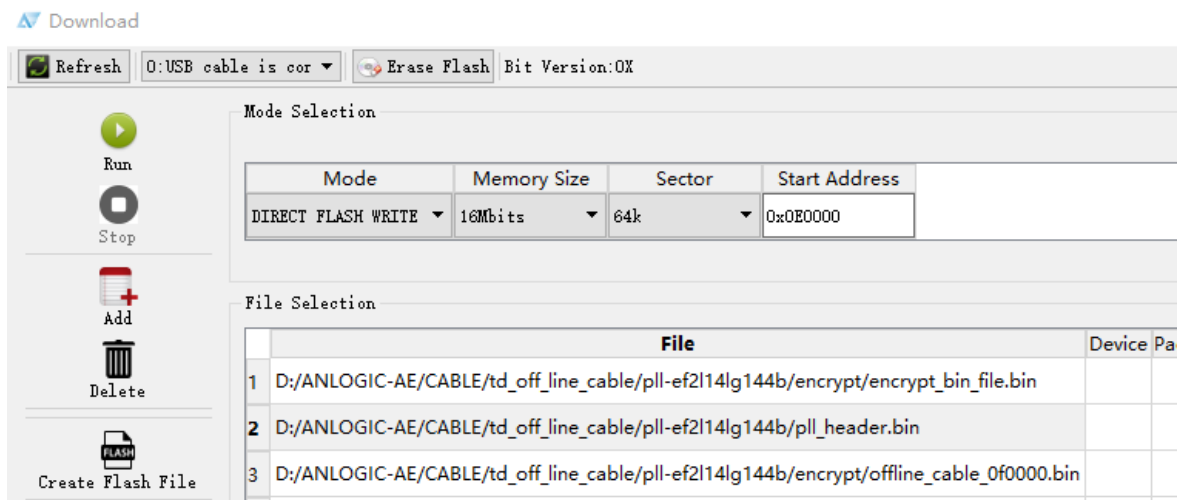

图 3-9 烧录 AES 头文件，地址 0x0E0000
- 更新 Header 头文件，选择“DIRECT FLASH WRITE”模式，烧录起始地址设置为 0x0E0000，点击“run”更新头文件，界面配置如图 3-9 所示；